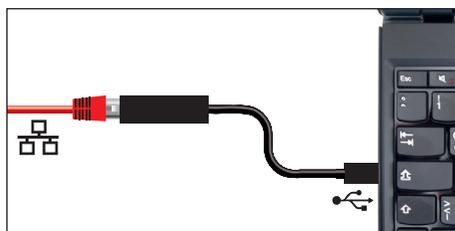

Abb. 8 Konverter Ethernet-USB
- ▶ Konverter Ethernet-USB (Abb. 8). Damit ist es möglich, den Ethernetanschluss des Geräts (siehe Seite 12) mit dem USB-Anschluss eines PCs/Laptops zu verbinden.